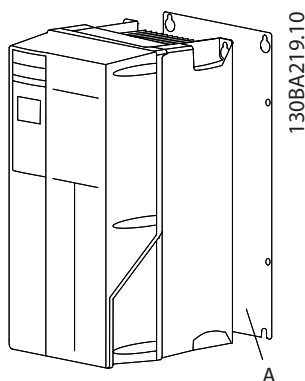
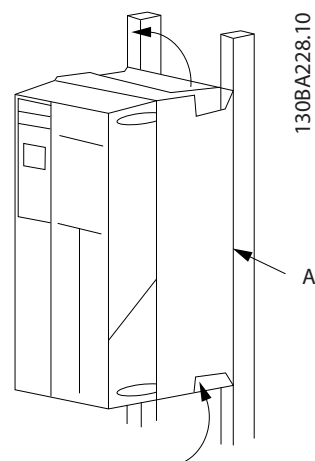

Bild 2.2 Riktig montering med bakre plåt
Bild 2.3 Korrekt montering av skenor
- Montera enheten på ett jämnt underlag eller på tillvalet bakre plåt för att luftflöde till kylning ska kunna passera (se Bild 2.2 och Bild 2.3)